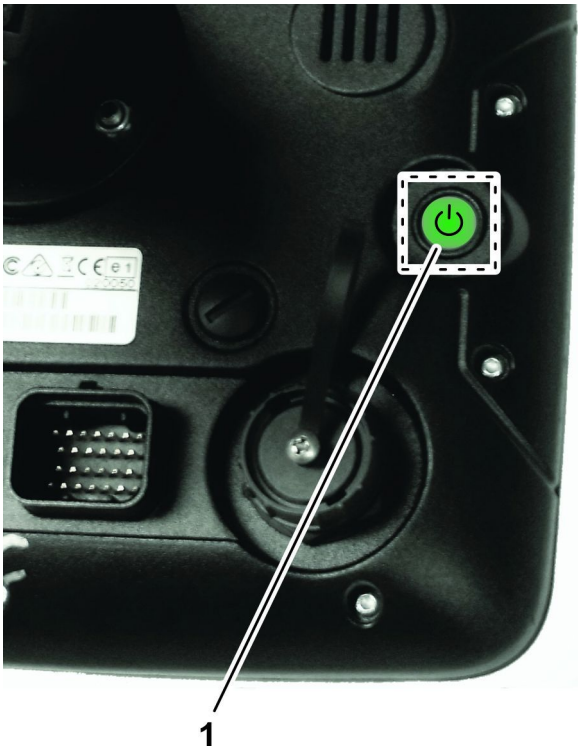

图 10
- 注意** 必要时您可以推控制台背面的电源按钮打开 X25 喷洒系统电源图 10。
**注意** 紧急情况下您可以按控制台背面的电源按钮图 10 来关闭 X25 喷洒系统。